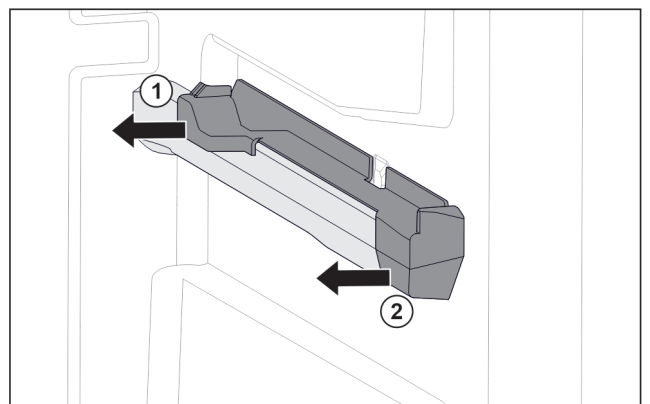

Fig. 108 Påsætningsdel på den højre beholderrist
- ▶ Træk den bageste del af påsætningsdelen af og til siden. Fig. 108 (1)
- ▶ Træk den forreste del af påsætningsdelen af og til siden. Fig. 108 (2)